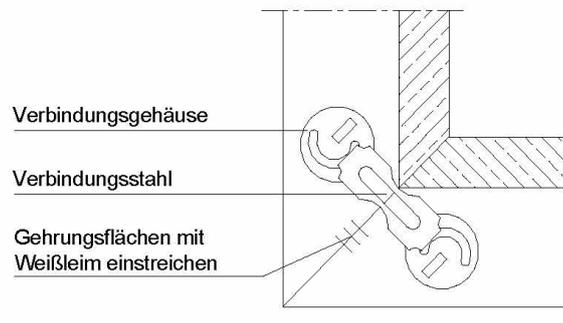

Abbildung 1: Eckverbinder an Falz- und Zierbekleidung
- Gehäuse soweit drehen, bis Verbindungsstahl angezogen ist und Teile fest verbunden sind. (siehe Abbildung 1)